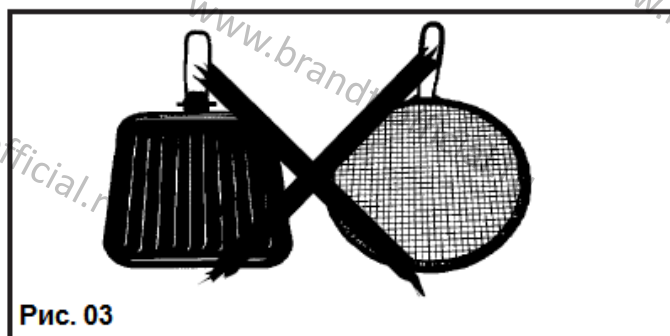

Рис. 03
- проверните ключ по часовой стрелке таким образом, чтобы линия появилась на другой стороне ключа (Рис. 03).
- Не используйте сковороды с термостатами, сковороды-тостеры, сковороды-гриль или соейники с ножками, которые могут прикасаться к стеклянной поверхности прибора (Рис. 03).